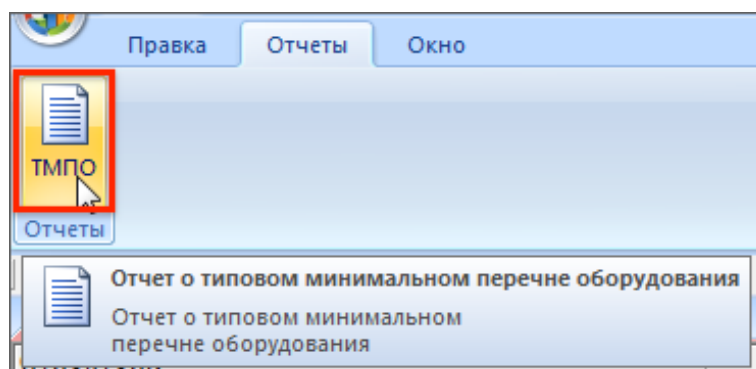

Рис. 15-5– Формирование отчета по ТМПО
13) Для формирования перечня ТМПО выбрать элемент в дереве ЛСИ, переместить фокус ввода в окно «ТМПО» (в нем отображаются группы и объекты ТМПО, связанные с выбранным элементом ЛСИ) и нажать кнопку «ТМПО» панели «Отчеты» (рис. 15-5).